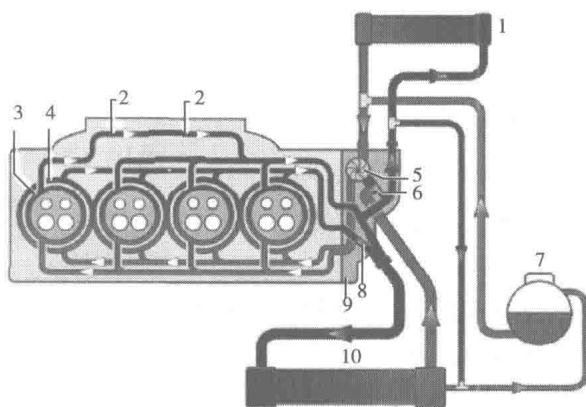

图 1-3 冷却系统冷却循环线路图
(3) 根据图 1-3,描述捷达发动机工作时双循环冷却液循环路线。